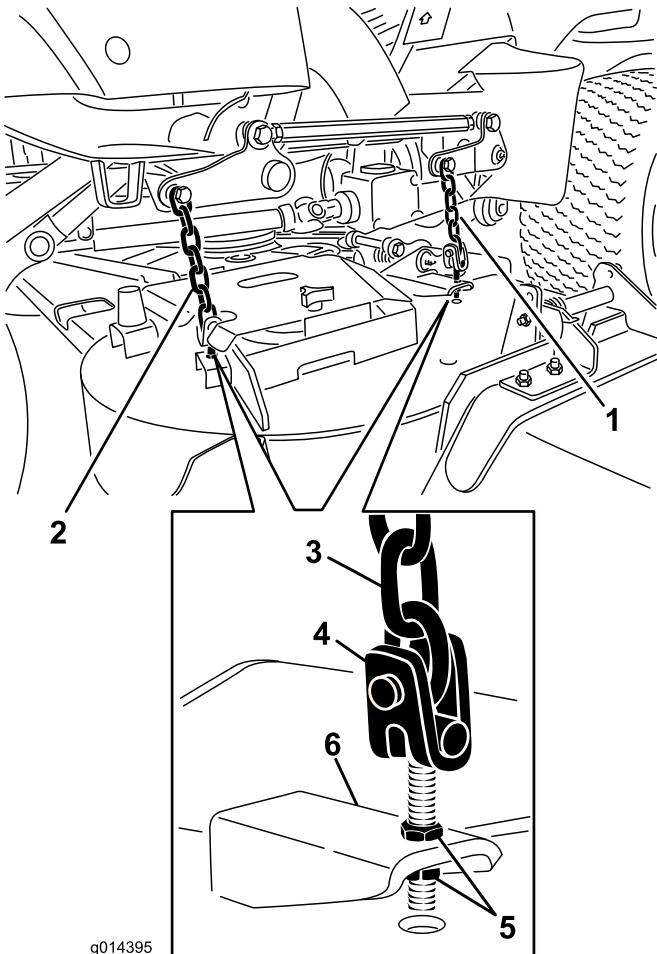

図 70
- デッキのヨーク/チェーンをデッキに固定しているジャム・ナットを調整してデッキを水平にする(図 70)。
7. デッキのヨーク/チェーンをデッキに固定しているジャム・ナットを調整してデッキのピッチを 8 mm に調整する(図 70)。